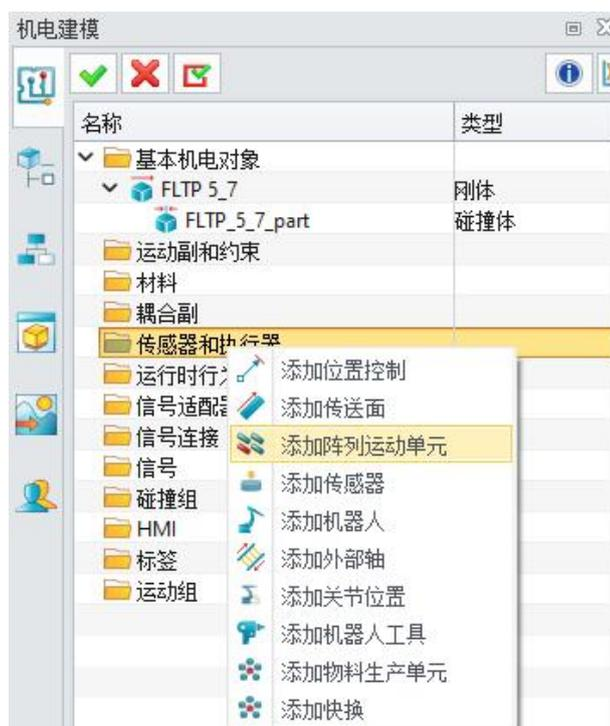

图 7-8: 添加阵列运动
- 单击“确定”为“FLTP5_7”创建碰撞体。（图 7-8）